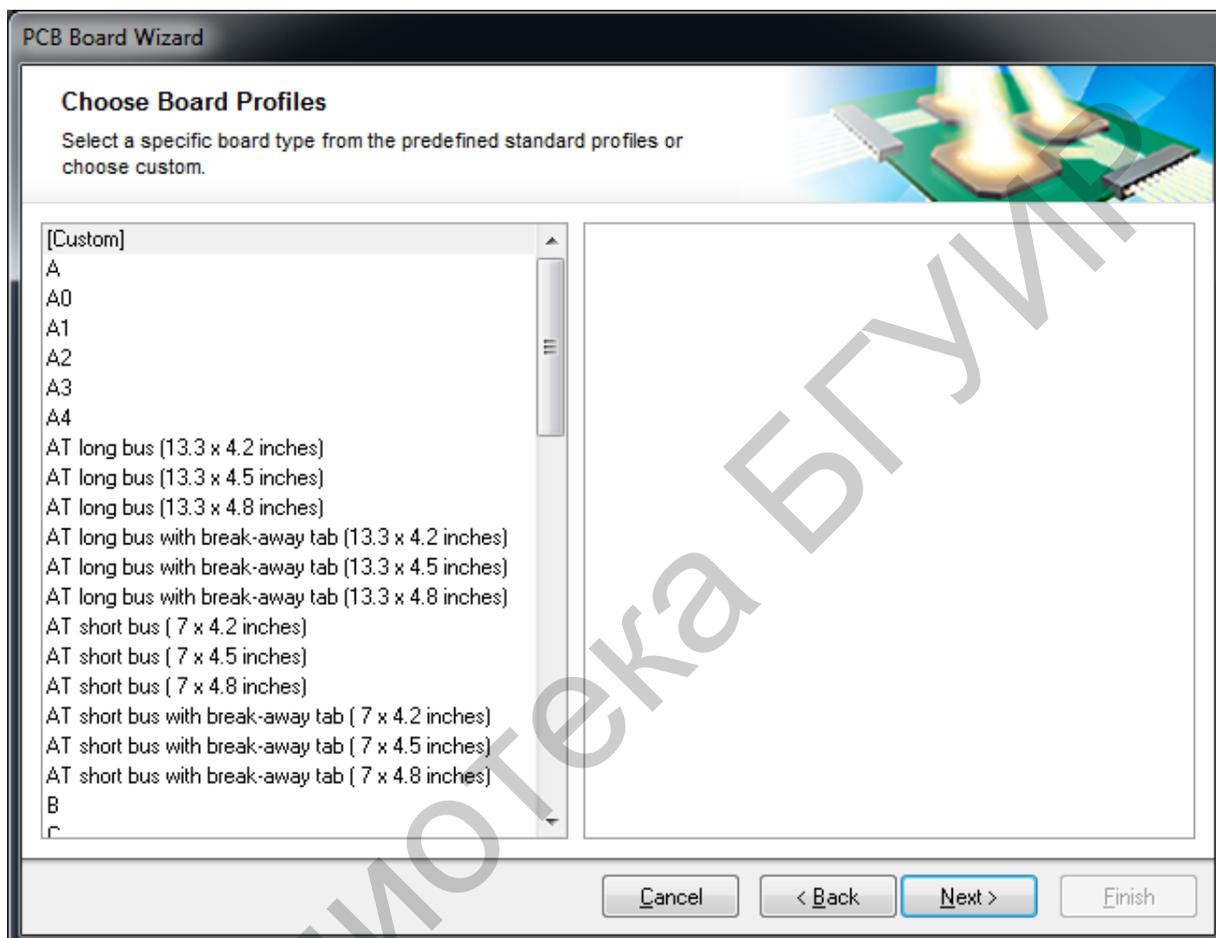

Рис. 57. Определение типа печатной платы
4. На шаге Choose Board Profiles открывается список из 60 возможных вариантов готовой заготовки. Сюда входят несколько типоразмеров «Европлаты», несколько вариантов адаптера PCI-шины персонального IBM компьютера и много других. Для формирования заготовки из ряда типоразмеров УБНК1 по ГОСТ 26765.12–86 выбрать вариант пользовательских установок – Custom (рис. 57).